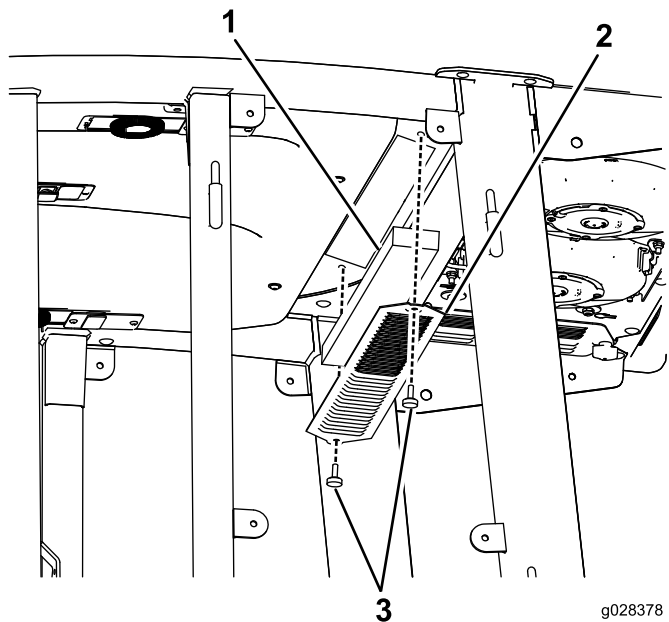

Figura 88
3. Retire los 22 pernos que sujetan el techo de la cabina, y retire el techo (Figura 88).
4. Retire los filtros de aire (Figura 88).
5. Retire y limpie los serpentines del aire acondicionado (Figura 88).